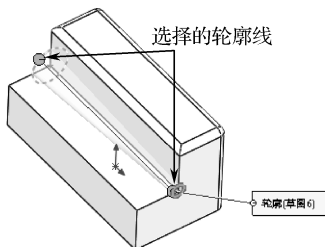
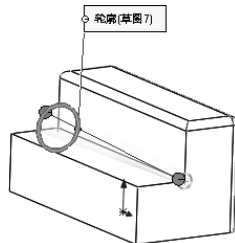

图 6-116 选择的轮廓线
图 6-117 预览效果
- 04** 单击属性管理器中的“轮廓”选项组中的下拉按钮，并选择如图 6-116 所示的两个轮廓线，其预览效果如图 6-117 所示。